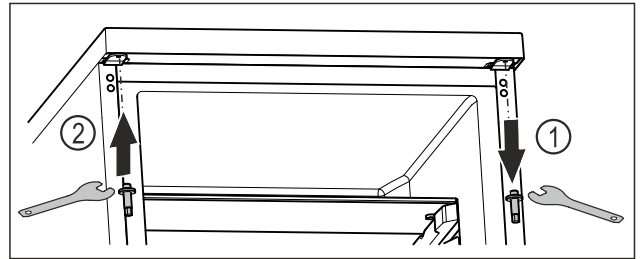

Fig. 22
- ▶ Kierrä ylemmät pultit ulos ulkokuusioavaimella. Fig. 22 (1)
- ▶ Kierrä pultit ulkokuusioavaimella kiinni vastapäiselle puolelle. Fig. 22 (2)